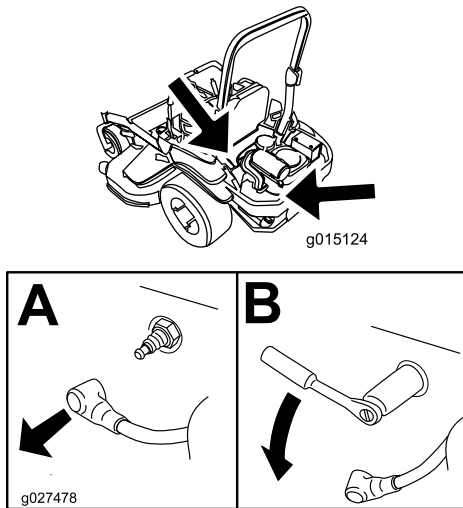

Figura 43
3. Localice y retire las bujías (Figura 43).